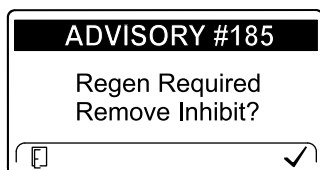

Рисунок 48
**Примечание:** Если вы установите в инфо-центре запрет регенерации, на экране через каждые 15 минут будет отображаться ИНФОРМАЦИОННОЕ СООБЩЕНИЕ № 185 (Рисунок 48), и двигатель будет запрашивать регенерацию со сбросом.